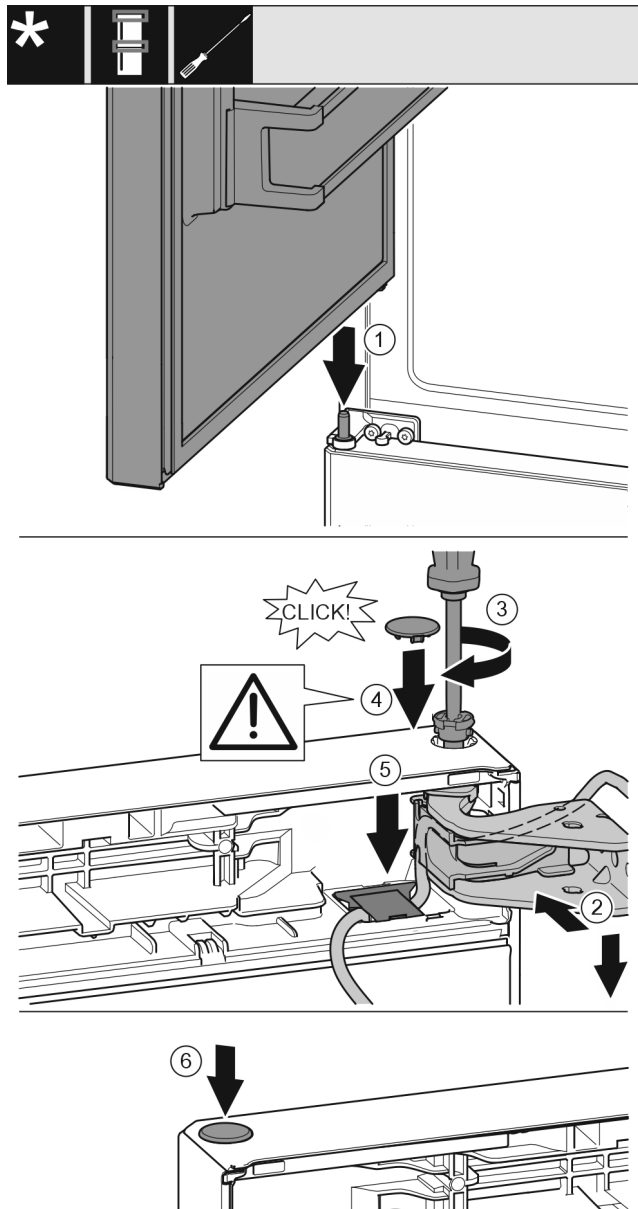

Fig. 40
- ▶ Установите верхнюю дверь на средний опорный палец Fig. 40 (1)
- ▶ Выровняйте дверь вверх по отверстию в опорном кронштейне. Fig. 40 (2)
- ▶ Вставьте палец и затяните отверткой T15. Fig. 40 (3)
- ▶ Установите предохранительную крышку для защиты двери: Вставьте предохранительную крышку и проверьте, прилегает ли она к двери. В ином случае вставьте палец полностью. Fig. 40 (4)
- ▶ Установите крышку и нажмите вниз до момента фиксации. Fig. 40 (5)
- ▶ Вставьте заглушку. Fig. 40 (6)